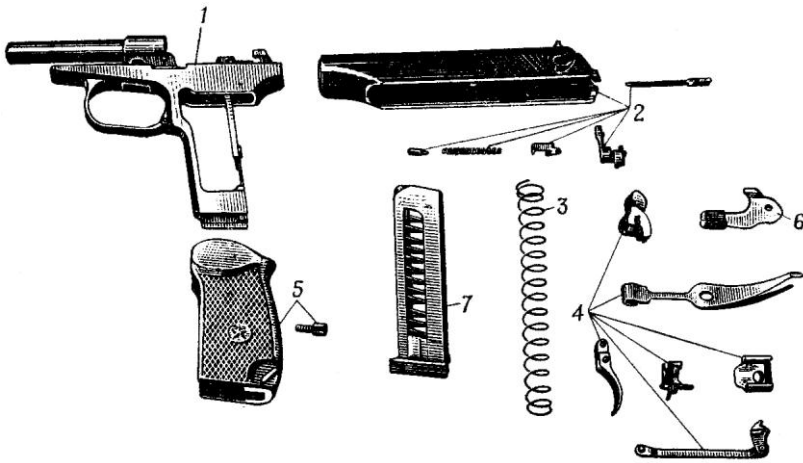

Рис. 2. Основные части и механизмы пистолета:
4. Пистолет состоит из следующих основных частей и механизмов (рис. 2):